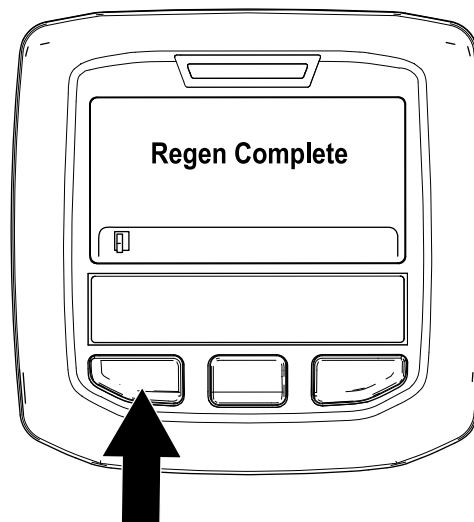

Bild 58
9. Die geparkte Regenerierung ist abgeschlossen, wenn die Meldung „Regen. Complete“ im InfoCenter angezeigt wird. Drücken Sie die linke Taste, um den Homebildschirm anzuzeigen (Bild 58).